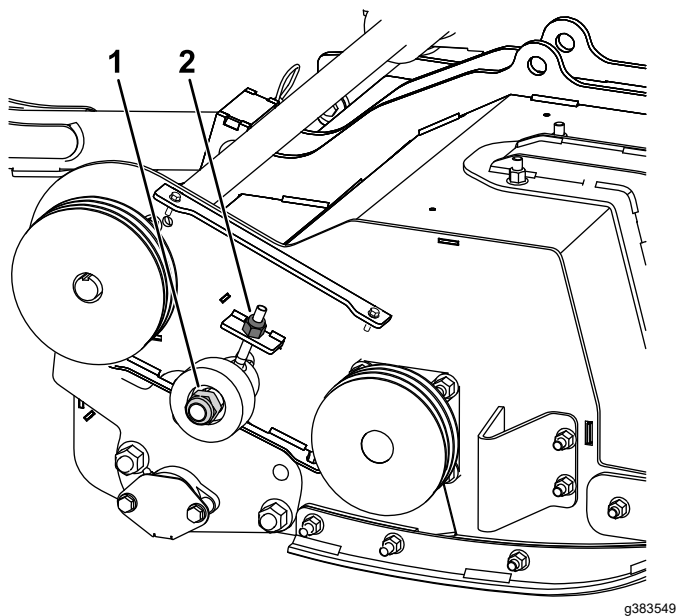

Рисунок 27
3. Ослабьте, но не отворачивайте полностью гайку натяжного шкива (**Рисунок 27**).
4. Отрегулируйте гайку на стойке натяжного шкива, чтобы натянуть ремень (**Рисунок 27**).